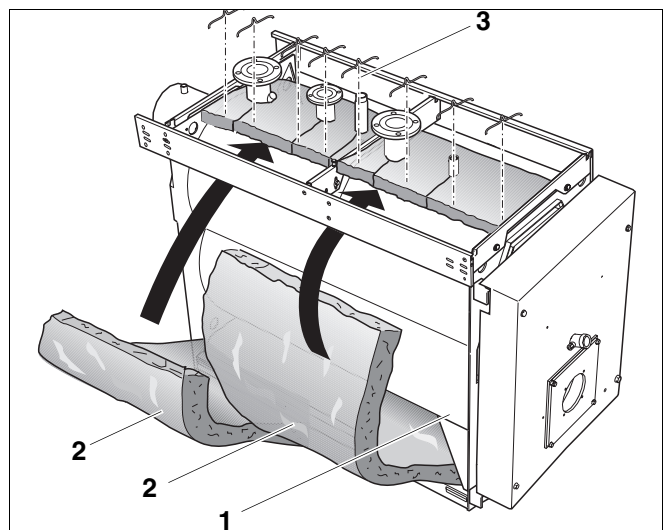

Fig. 22 Montage de l'isolation thermique du corps de chaudière
Sur la Logano S735, l'isolation thermique du corps de chaudière est en 2 parties sur la jaquette du corps de chaudière (fig. 22) et sur le panneau arrière.
- Glisser l'isolation thermique (fig. 22, **pos. 2**) sous la jaquette du corps de chaudière (fig. 22, **pos. 1**) et entourer cette dernière (fig. 22, **pos. 1**).
- Dans la zone des plaques avec frontales, découper des fentes dans l'isolation thermique du corps de chaudière (fig. 22, **pos. 2**).
- Fixer l'isolation thermique du corps de chaudière (fig. 22, **pos. 2**) avec des agrafes (fig. 22, **pos. 3**).